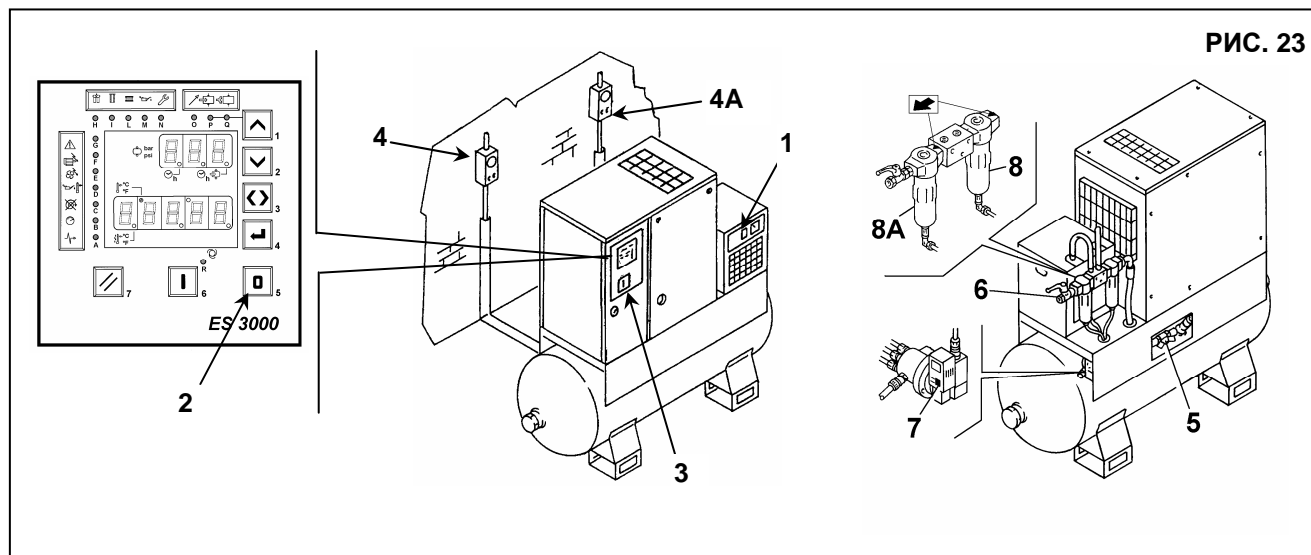

РИС. 23
- Закройте кран 5 и 6 Рис. 23.
- Выпустите давление из фильтров, нажав кнопку "TEST" слива конденсата (в течение 10-20 сек), установленную на таймере, 7 Рис. 23.
- Нажмите кнопку 1 Рис. 23
- Отключите машину кнопкой 2 на рис. 23, машина остановится через 20 секунд холостого хода.
- Поверните выключатель, 3 Рис. 23 в положение "0" и замкните его на навесной замок.
- Включите автоматический дифференциальный выключатель, 4 (на винтовом компрессоре) и 4А (на осушителе, если установлен) Рис. 23
- Замените фильтры 8 –8А Рис. 23.
- Выключите машину кнопкой 2 Рис. 23: машина выключится после 20 секунд работы в режиме разгрузки.
- Нажмите кнопку 1 Рис. 23 (только для RotorDry)
- Поверните выключатель 3, Рис. 23 в положение "0" и замкните его на навесной замок.
- Включите автоматический дифференциальный выключатель 4 (на винтовом компрессоре) и 4A (на осушителе, если установлен) Рис. 23